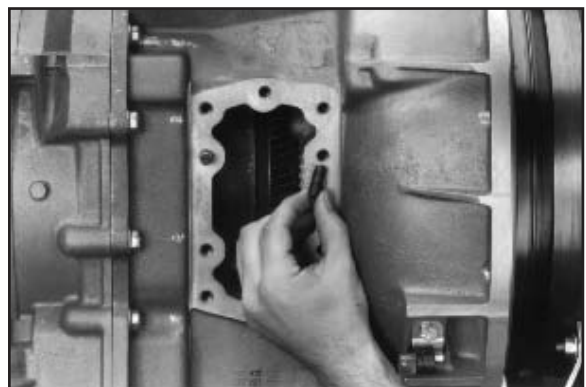

Abb. 4
4. Die Führungsbolzen bis zum Anschlag mit einem Schraubendreher einschrauben (**Abb. 4**) (siehe Seite 40 bzgl. der richtigen Position und Verwendung).